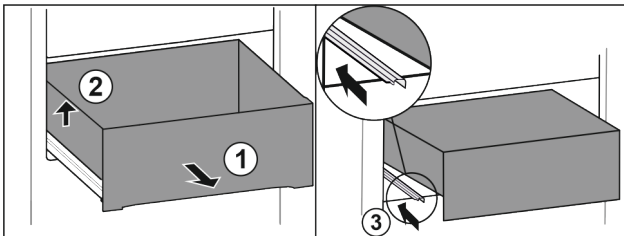

Fig. 127
- ▶ Витягніть висувний ящик до упору. Fig. 127 (1)
- ▶ Підняти висувний ящик ліворуч. Fig. 127 (2)
- ▶ Вставити ліву рейку. Fig. 127 (3)